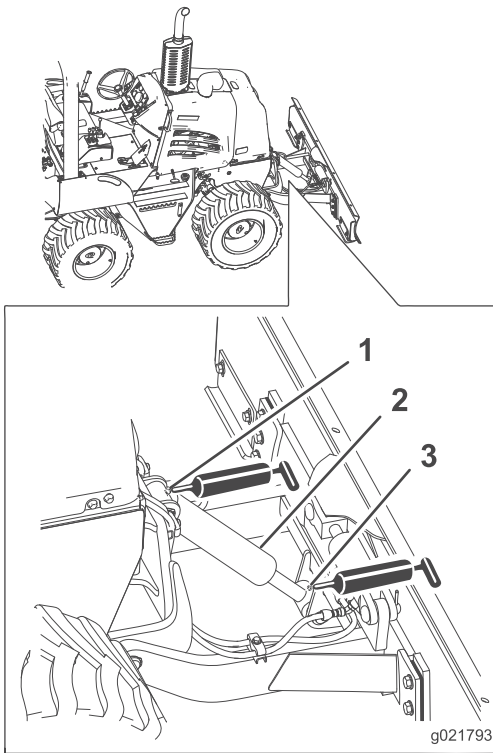

Figura 35
2. Conecte la pistola de grasa a los engrasadores superior e inferior para engrasar el cilindro de elevación y aplique 3 disparos a cada engrasador (Figura 35).